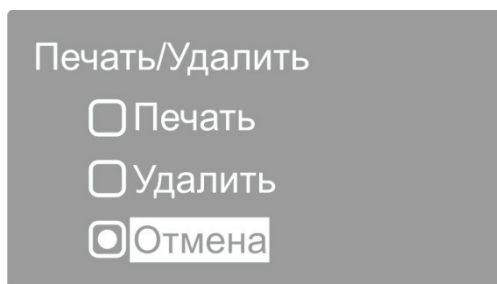

Рисунок 11 - Меню операций с таблицей данных.
3. При нажатии кнопки **ПЕЧАТЬ/УДАЛИТЬ** на дисплее выводится меню операций с таблицей (Рисунок 11).